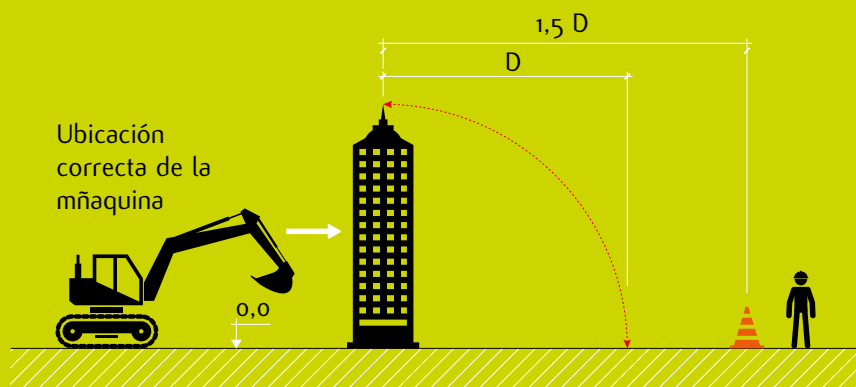

Figura 2. Distancias de seguridad en demoliciones.
- 3.2. En la demolición de estructuras se debe mantener una distancia mínima de seguridad superior a 1,5 veces la proyección de caída del elemento por volcamiento (muros, pilares, etc.). (Figura 2).